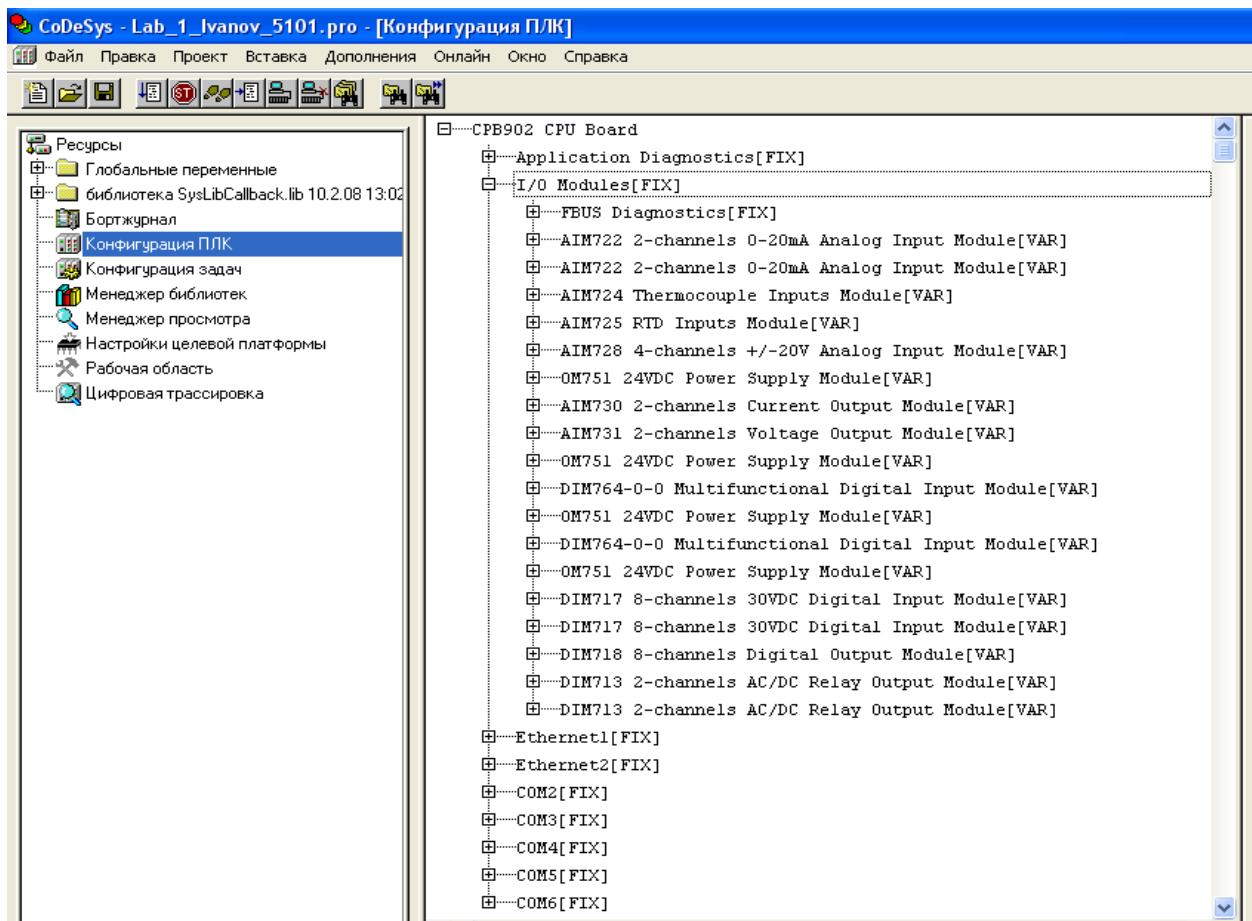

Рис. 7. Элементы I/O Modules описания модулей ввода-вывода
4) Итоговый список **I/O Modules**, соответствующий набору модулей Fastwel IO в составе контроллера (Приложение В) отображен на рис. 7.